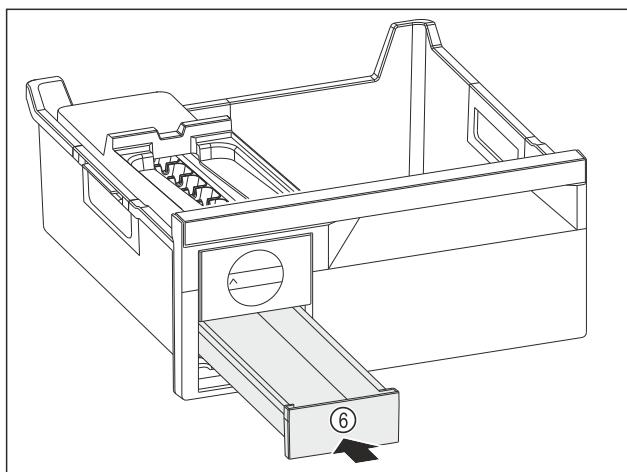

Fig. 87
- Вкарайте чекмеджето за ледени кубчета Fig. 87 (6).